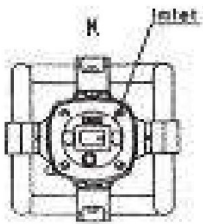

Figura 2
6. Cuando se trabaja en cada turno, se debe limpiar el exterior del motor siempre que sea necesario. En particular, se deben mantener siempre limpios los conductos de ventilación de entrada y salida del motor (como se muestra en la figura 2).